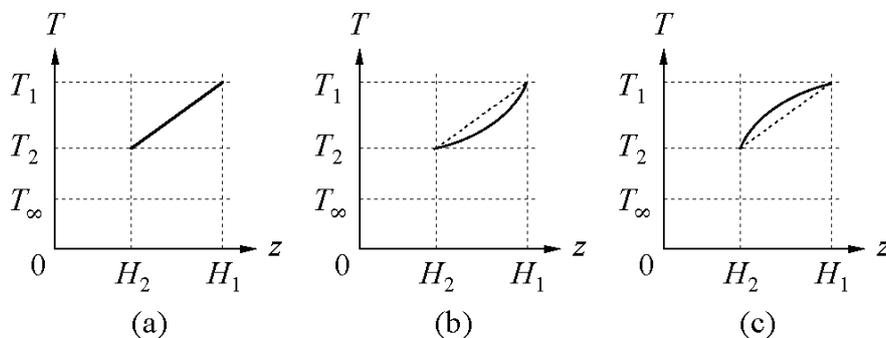

図4
- (1) 円すい台の任意の位置 z ($H_2 \leq z \leq H_1$) における断面積 $A(z)$ を z の関数で表せ。
- (2) 得られた断面積とフーリエの法則を用いて、伝熱量 Q を z と温度 T の関数で表せ。但し、導関数を含む形でよい。
- (3) 面2における熱流束を q とする。面2の温度 T_2 を、 q を用いて表せ。ただし、 z 軸方向を正とする。
- (4) 上記(2)で得られた式を用い、面1から円すい台の任意の位置まで積分することにより、円すい台の任意の位置 z ($H_2 \leq z \leq H_1$) における温度 $T(z)$ を求めよ。
- (5) $z=H_2$ における温度が上記(3)で得られた温度 T_2 に等しいことを利用して、伝熱量 Q を求めよ。
- (6) 横軸に z 、縦軸に温度 T を取り、円すい台内の温度分布として最も適切なものを図4の(a)~(c)中から選べ。